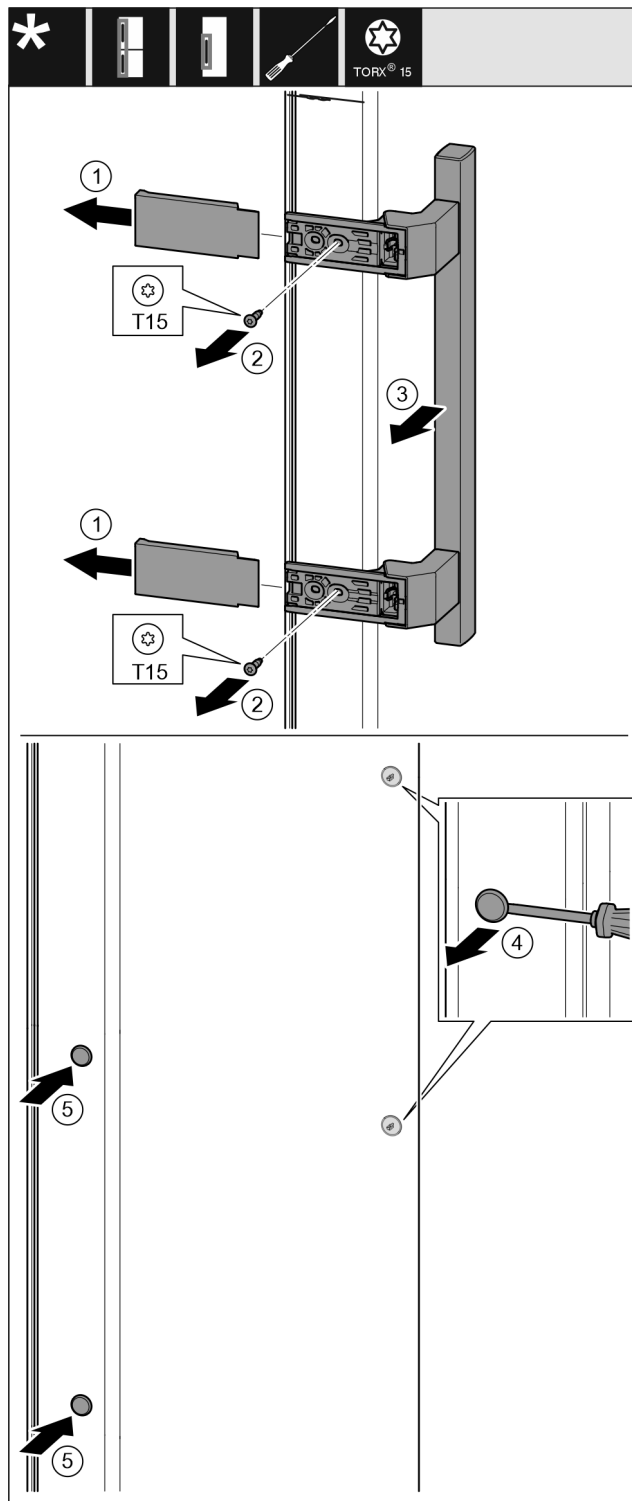

Fig. 17
- ▶ Stiahnite kryt. Fig. 17 (1)
- ▶ Skrutkovačom T15 vyskrutkujte skrutky. Fig. 17 (2)
- ▶ Odoberte držadlo. Fig. 17 (3)
- ▶ Plochým skrutkovačom opatrne nadvihnite a vyberte bočnú zátku. Fig. 17 (4)
- ▶ Zátku opäť nasadíte na druhú stranu. Fig. 17 (5)